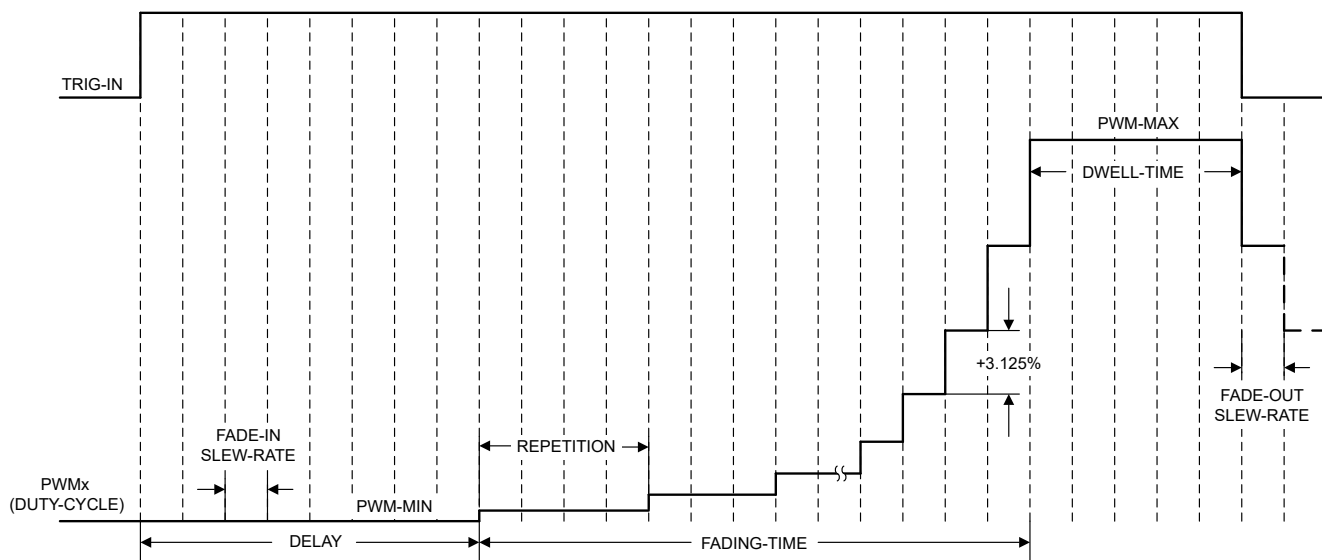

图 7-6. 淡入淡出详细时序图
默认情况下，DAC43901-Q1 配置为 PWM 淡入淡出并使用默认设置，如表 7-4 所示。要更改 SRAM 的设置，请将 SRAM 地址写入 SRAM-ADDR 寄存器，然后将数据写入 SRAM-DATA 寄存器。寄存器位置可以用单个 I2C 或 SPI 序列直接写入。在淡入淡出模式或动画模式下，基本设置为淡入或淡出 SLEW\_RATE，如图 7-6 所示。SLEW\_RATE 定义了应用的时序分辨率。当 SLEW\_RATE 与淡入或淡出中的步进数相乘时，会获得淡入或淡出时间。可以使用方程式 4 来计算 SLEW\_RATE：在对数淡入或淡出中，步进数是非线性的，并且还取决于起始和结束占空比设置。总淡入或淡出时间通过方程式 5 和表 7-5 来计算。淡入可以在延迟之后开始，该延迟的计算方式为方程式 7。CH0-DELAY 定义了 PWM0 的淡入延迟，而 COM-DELAY 定义了 PWM1 的淡入延迟。即使通过为 FADE-IN SLEW\_RATE 写入 0 来禁用淡入，也会应用该延迟。这种情况下将考虑预定义的延迟设置 256。淡出没有延迟。
- $t_{\text{FADE}}$  为总淡入或淡出时间，如图 7-6 所示。